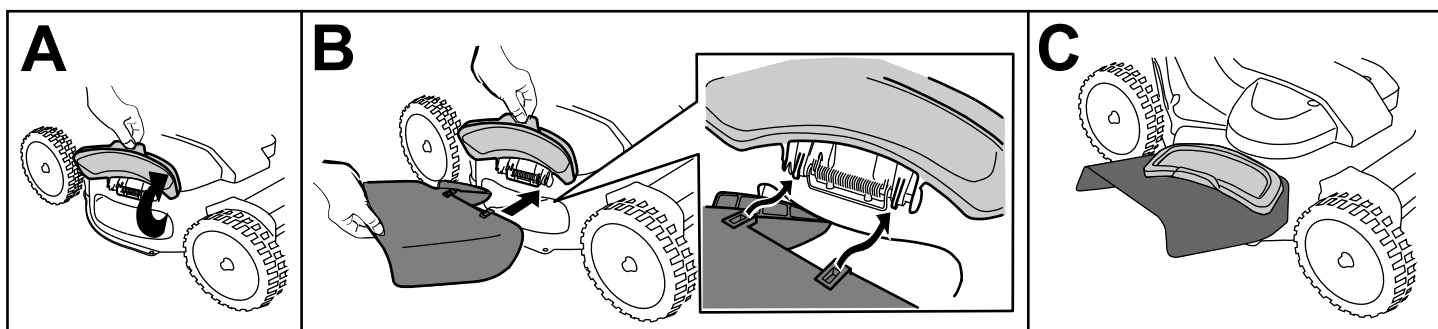

Figure 25
1. Soulevez et ouvrez le volet d'éjection latérale (A de Figure 25).
2. Montez la goulotte d'éjection latérale et fermez le volet sur la goulotte (B et C de Figure 25).